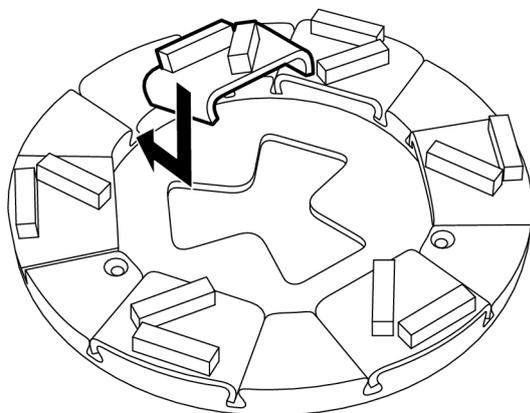

Figura 4-12. Installazione dell'utensile di levigatura
1. Inserire l'utensile di levigatura dall'alto trasversalmente nell'apposita scanalatura guida del portautensile, vedere Figura 4-12, pagina 23. Inserire quindi l'utensile a fondo nella scanalatura guida esercitando pressione.
2. Inserire il nuovo utensile di levigatura dall'alto trasversalmente nell'apposita scanalatura guida del portautensile, vedere Figura 4-12, pagina 23. Inserire quindi l'utensile a fondo nella scanalatura guida esercitando pressione.